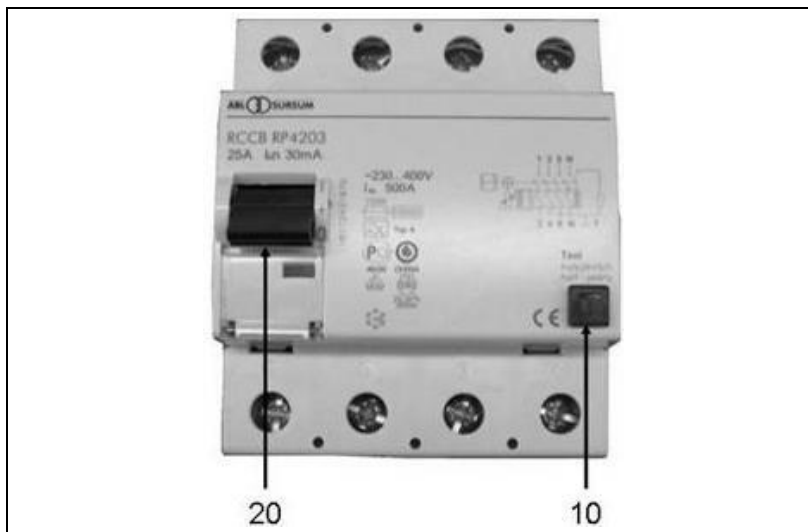

Fig. 5-1: Disyuntor FI
2. El usuario también comprobará una vez al día pulsando la tecla de comprobación (véase Fig. 5-1-(10)) del dispositivo de protección (RCD) de la corriente residual la función mecánica de la activación.
2. Situar el interruptor de protección (véase Fig. 5-1-(20)) en Pos-1.
3. Accionar el interruptor de comprobación (consulte Fig. 5-1-(10)).
- ✓ La posición del interruptor (consulte Fig. 5-1-(20)) indica el resultado: